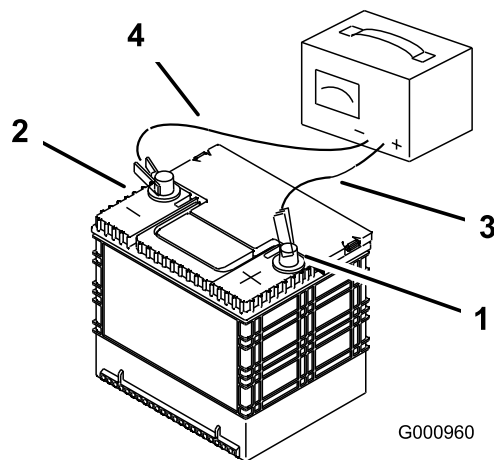

Bild 58
2. Wenn die Batterie voll geladen ist, ziehen Sie den Stecker des Ladegeräts aus der Dose. Klemmen Sie dann die Klemmen des Ladegeräts von den Batteriepolen ab (Bild 58).